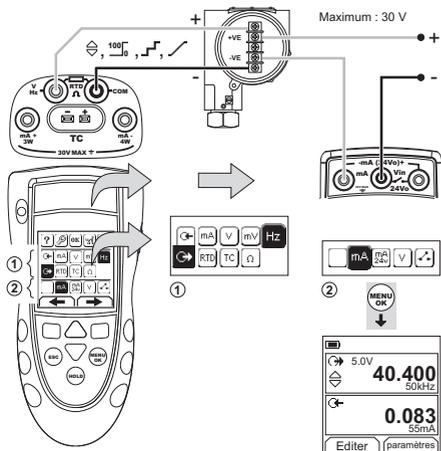
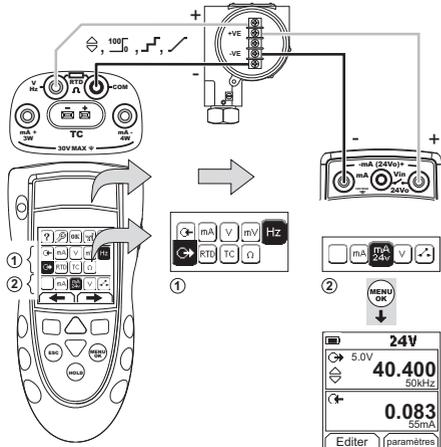

Figure 10 : Exemple de configuration - étalonnage du transmetteur avec une boucle d'alimentation extérieure
Figure 11 : Exemple de configuration - étalonnage du transmetteur avec une boucle d'alimentation intérieure
1. Raccordez l'instrument (Figure 10 et Figure 11) et, si nécessaire, réglez le menu Config. (Tableau 1).